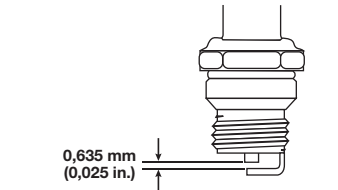

Fig. 32
5. Remplacez toute bougie fendue, encrassée ou sale. Réglez l'écartement de la bougie à 0,635 mm (0,025 po) à l'aide d'une jauge d'épaisseur (Fig. 32).